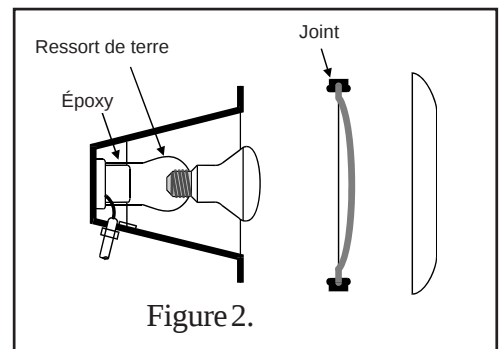

Figure 2.
4. Démontez l'appareil d'éclairage et retirez l'ampoule. Ôtez le vieux joint et s'en débarrasser, cf. Figure 2.
4. Démonter l'appareil d'éclairage et retirer l'ampoule. Ôter le vieux joint et s'en débarrasser, cf. Figure 2.